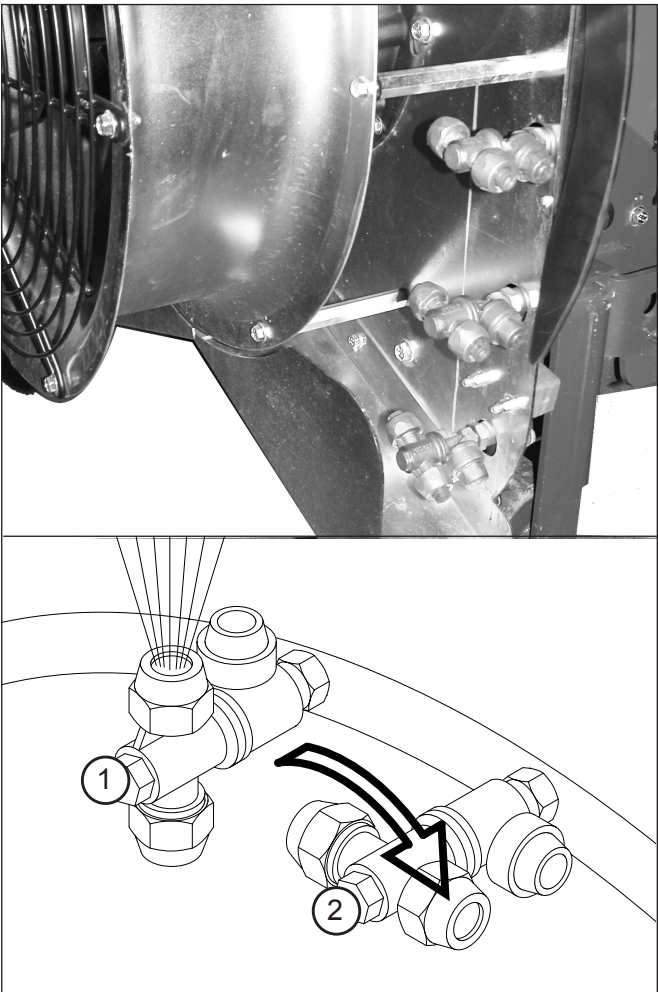

Fig. 7 - Ugelli
Gli ugelli installati nell'atomizzatore sono del tipo a testina doppia (Fig. 7). È possibile installare altri tipi di ugelli interpellando il Servizio Tecnico della Ditta Costruttrice. Gli ugelli sono in numero di 12 (6 per lato), sono forniti di membrana antigoccia e il materiale di costruzione è l'ottone per pressioni fino a 40 bar.
- 1) **FASE DI SPRUZZATURA:** se l'ugello è rivolto verso l'esterno del gruppo ventola e parallelo alla valvola antigoccia (1 Fig. 7);
- 2) **FASE DI CHIUSURA:** se l'ugello è ruotato a 90° e rivolto verso l'interno del gruppo ventola (2 Fig. 7);